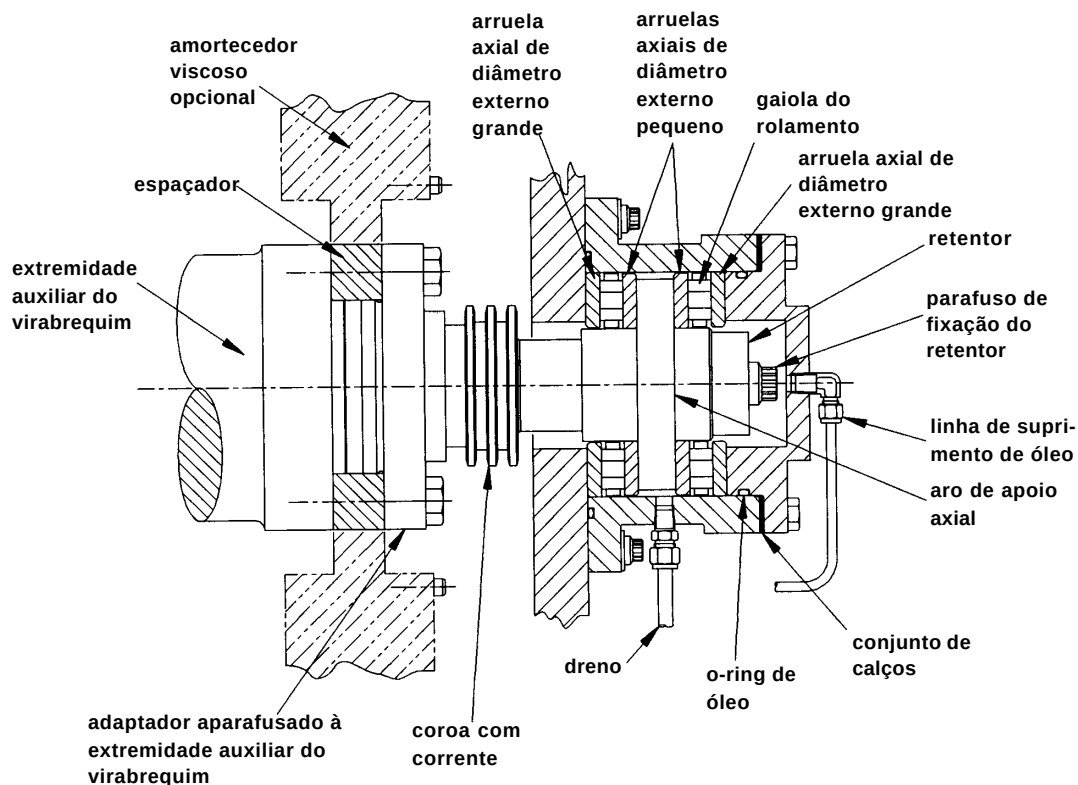

FIGURA 5-11 ROLAMENTO AXIAL EXTERNO
2. Retire a tampa superior, as barras espaçadoras e a tampa da extremidade do motor (se o cubo do acoplamento tiver sido retirado). Dica: Se for difícil retirar os parafusos da barra espaçadora, utilize uma alavanca rosqueadora de 12 pontas e uma marreta. Retire o rolamento axial externo (se houver) e a tampa da extremidade auxiliar (vide Figura 5-11, página 5-18).
Consulte na Figura 5-11 os componentes do rolamento axial externo da extremidade auxiliar. Esta configuração de rolamento axial externo é utilizada apenas em alguns frames JGC e JGD.